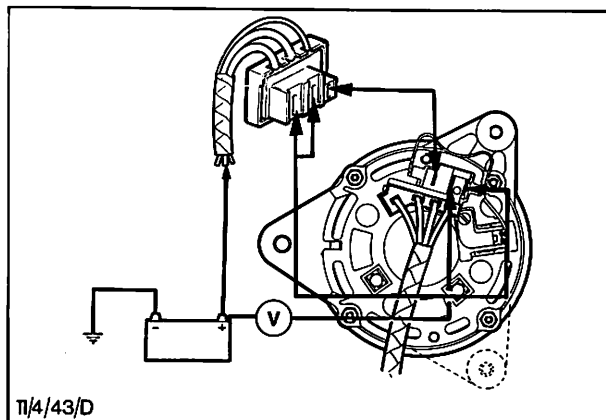

Abb. 66 Spannungsabfall im Plus-Teil des Ladestromkreises prüfen
9. Testkabel und Voltmeter wie in Abb. 66 gezeigt anschließen, um den Spannungsabfall im Plus-Teil des Ladestromkreises zu prüfen. Regler-Mehrfachstecker anschließen.